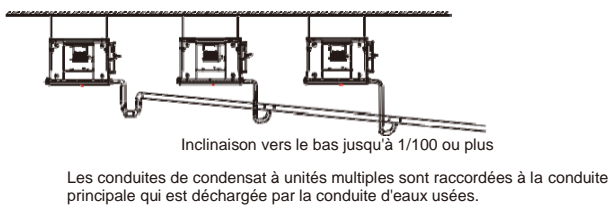
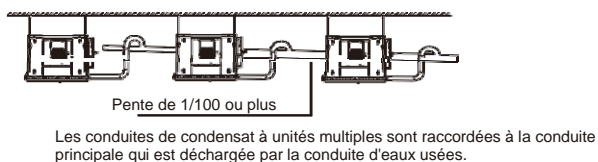

Figure 5.2a (sans pompe à eau)
Figure 5.2b (avec pompe à eau)
7. Installez la tuyauterie de condensat tel qu'illustré à la figure 5.2a (sans pompe d'évacuation) et à la figure 5.2b (avec pompe d'évacuation). La sortie de la conduite de condensat ne doit pas être supérieure à la hauteur d'évacuation de l'eau, assurant une pente descendante de plus de 1/100.